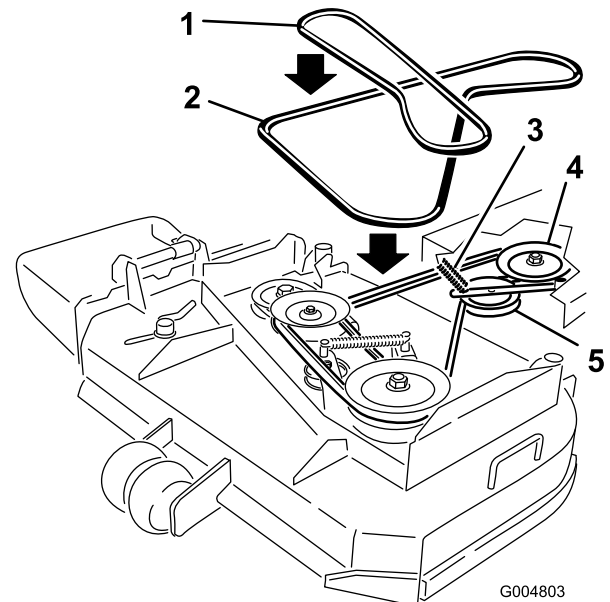

Рисунок 45
6. Снимите ремень со среднего шкива деки газнокосилки, вращая шкив (Рисунок 45). Будьте осторожны при демонтаже ремня, так как натяжение увеличивается из-за подпружиненного натяжного ролика.
7. Снимите ремень со шкива двигателя и подпружиненного натяжного ролика (Рисунок 45).
8. Установите новый ремень на шкив двигателя и подпружиненный натяжной ролик (Рисунок 45).
9. Наденьте ремень на средний шкив деки газнокосилки, вращая шкив (Рисунок 45). Будьте осторожны при установке ремня, так как натяжение увеличивается из-за подпружиненного натяжного ролика.